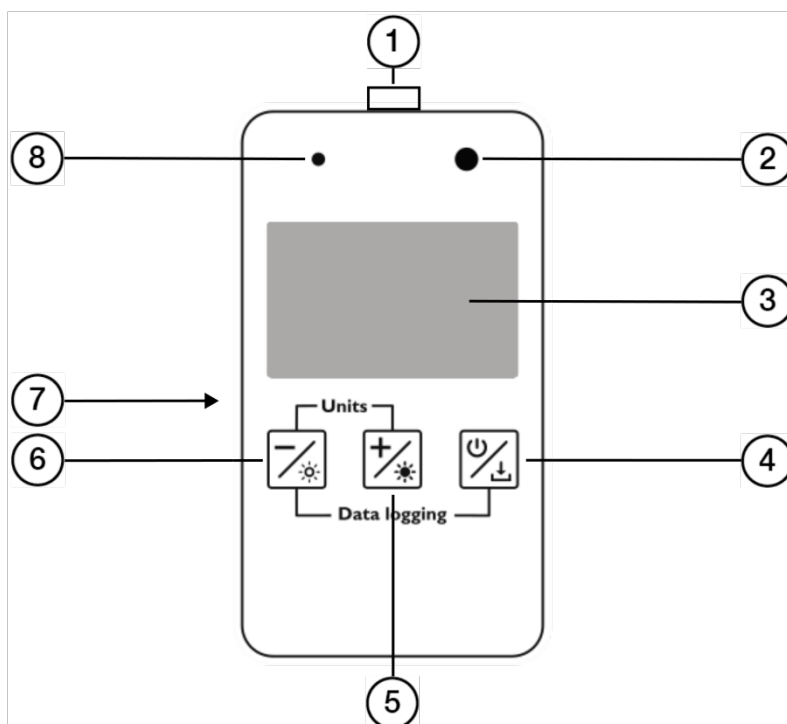

Bild 1
- siehe auch ⑦ Bild 1 Seite 7
- siehe auch ① Bild 1 Seite 7
- siehe auch ③ Bild 1 Seite 7